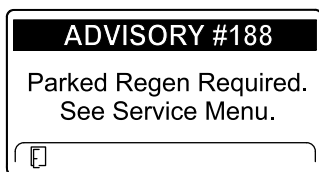

Figura 44
- Parked regeneration required (Es necesaria una regeneración con la máquina aparcada) ADVISORY #188 (Aviso n.º 188) (Figura 44)